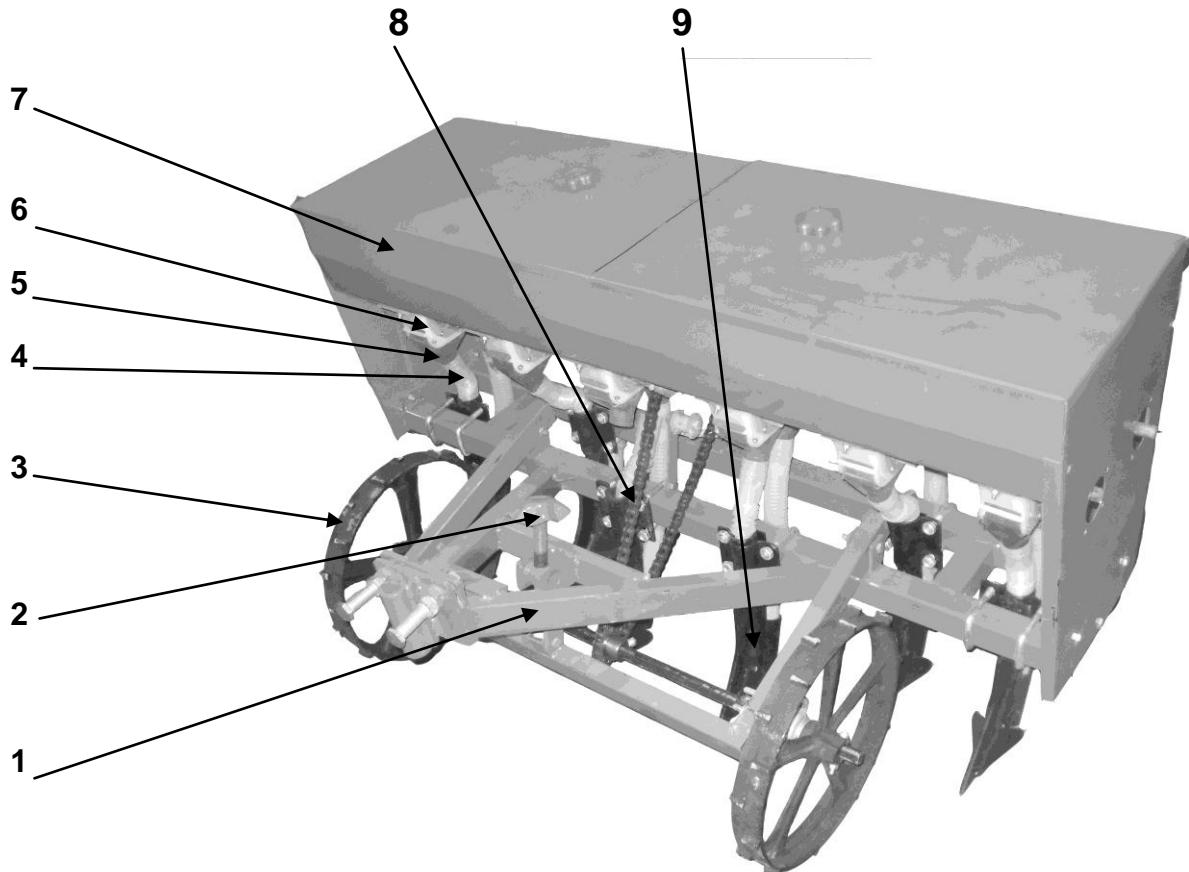

Рис.1. «Сеялка зернотуковая 2BJ-6F»
Устройство. Основные сборочные узлы сеялки показаны на Рис.1. На раму сеялки (1) сверху в центральной части устанавливается семенной бункер с высевающими аппаратами в сборе (6, 7). Привод на валы зерновых и туковысевающих аппаратов осуществляется от приводных колес (3), установленных на подвижной части рамы, через цепную передачу (8). Сошники (9) с помощью крепежных стремянок крепятся к сошниковому брусу рамы. Высевающий аппарат с сошником соединяет воронка (5) и семяпровод (4).
Принцип работы. Засыпанные в зерновое отделение семена и в туковое отделение удобрения, самотеком заполняют приемные камеры высевающих аппаратов. При движении сеялки с опущенными в рабочем положении сошниками катушки зерновых и туковысевающих аппаратов, вращаясь, захватывают семена и удобрения и выбрасывают их в воронки семяпроводов (Рис.1). По семяпроводам семена и удобрения поступают в сошник и затем, скатываясь, по стенкам сошников в почву. Сошник образует в почве бороздку, в которую падают семена. Почва осыпается со стенок бороздки и засыпает семена.
Регулировка глубины заделки семян и минерального гранулированного удобрения осуществляется с помощью регулировочного винта (Рис.1.п.2). Подымая приводные колеса глубина заделки семян будет возрастать, а опуская, соответственно, глубина будет уменьшаться.